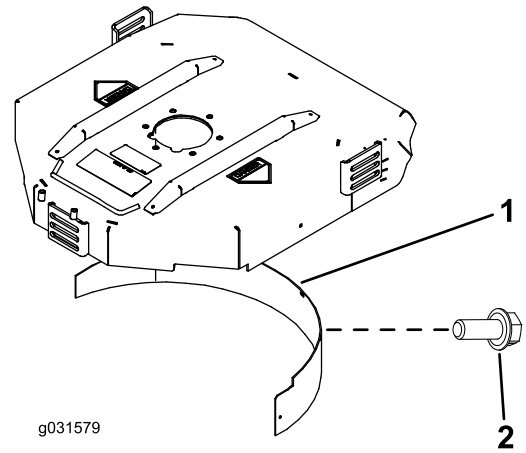

图 21
2. 将碎草隔板装入后开口内，并使用 5 个凸缘头螺栓进行固定（图 21）。